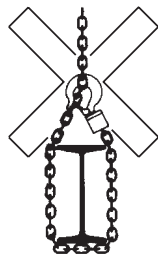

Fig. 6
- La catena di carico non deve essere utilizzata come imbragatura (Fig.6);